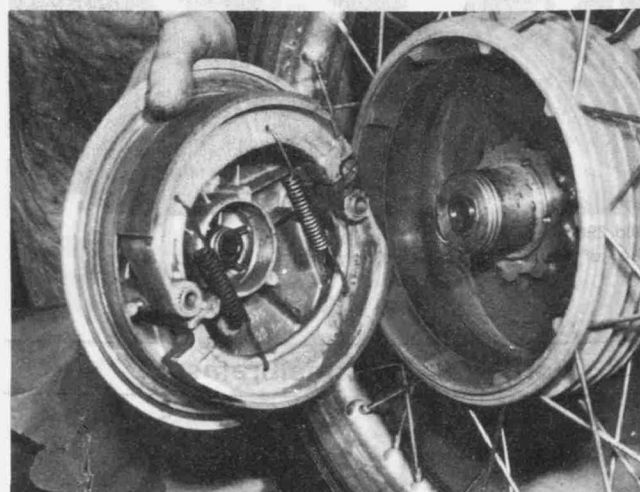

Bild 296
- Den Bremsträger abnehmen, den Abrieb aus der Bremsstrommel ausblasen und die Bremsfläche auf Riefenbildung prüfen (Bild 296).